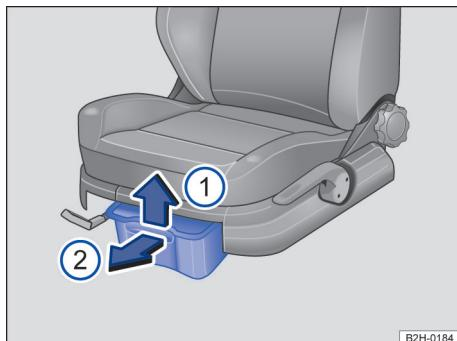

Fig. 120 Porta-objetos sob os bancos dianteiros: porta-objetos com gaveta.
- Erguer a gaveta → Fig. 120 ① e levantar para frente ②.